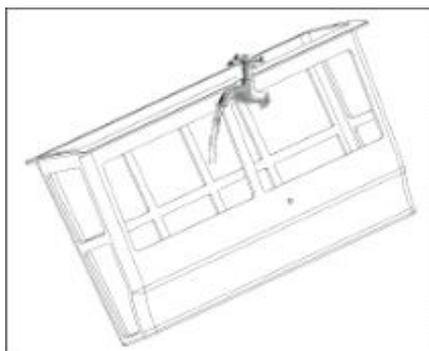

Figura 4-5
4.2.2 Limpieza de la caja de filtro: La caja de filtro se limpia con chorro de agua limpia. (Figura 4-5)
Montar de nuevo en la máquina (Figura 4-5), hay que tener la precaución de que la superficie mayor da hacia parte intermedia. Poner la caja de filtro en la máquina, cubrir la cubierta, empujar la bayoneta como se muestra en la figura, y finalmente